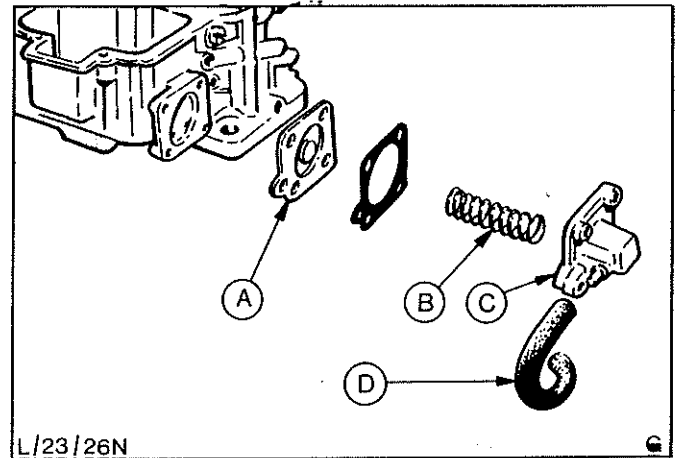

Abb.25 Unterdruck-Einspritzvorrichtung zerlegt
15. Einzelteile der Unterdruck-Einspritzvorrichtung nach der in Abb.25 gezeigten Reihenfolge einbauen.